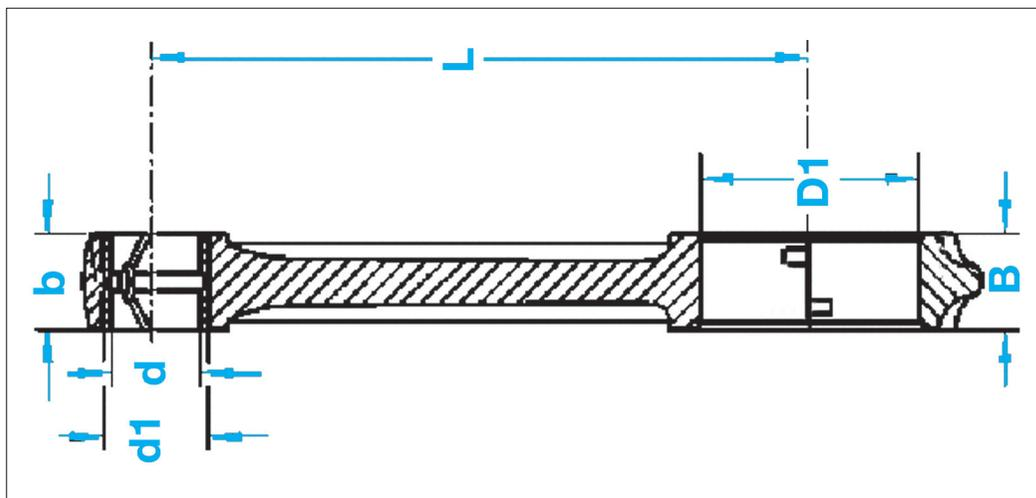

FIG. 7
Entraxe (L) (Fig.7) : 147,82 à 147,88 mm.
Ø d'alésage de coussinets de palier de bielle (D1) (Fig.7) : 53,6 à 53,614 mm.
Ø intérieur de bague de pied de bielle (d) (Fig.7) : 30,028 à 30,034 mm.
Ø d'alésage de base de pied de bielle (d1) (Fig.7) : 32,5 à 32,525 mm.